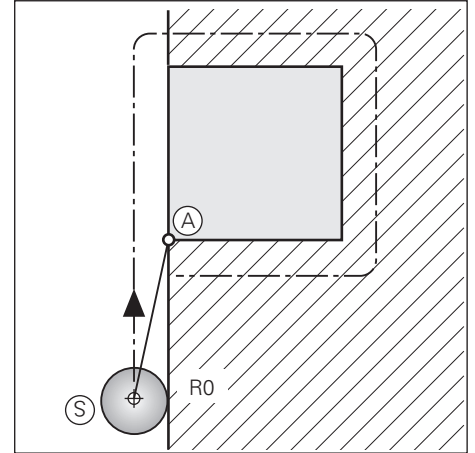

Fig. 6.3: Ponto de partida (S) de uma maquinação
Se for seleccionado um ponto de partida (S) dentro da área tracejada da Fig. 6.3, o contorno fica danificado aquando da entrada no primeiro ponto de contorno.